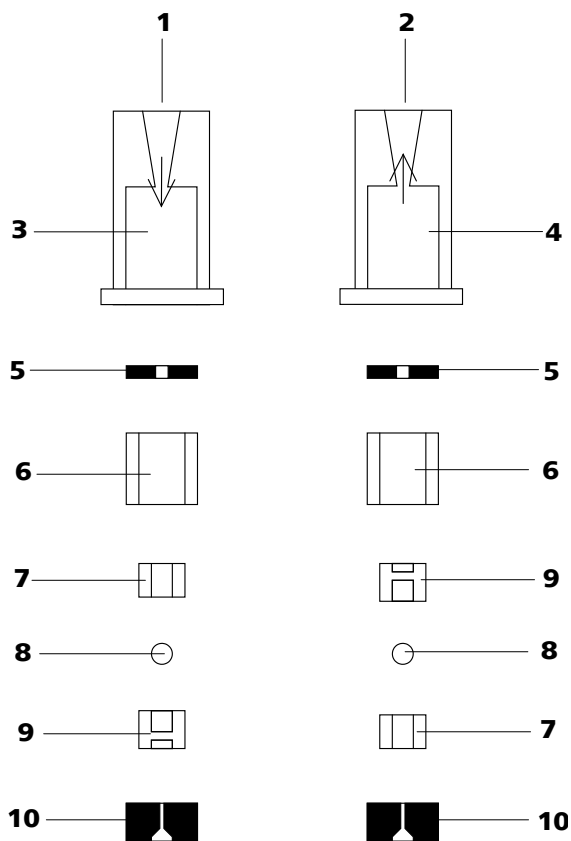

图 43 进口阀和出口阀的组成部分
- 进口阀和出口阀的组成部件均相同，只是排布不同（参见图43，第74页）。
- 按正确顺序将其他的阀门组件（参见图 43，第 74 页）依次放好。
若并非如此，则必须再次拆分阀门，并正确组装（参见图 43，第 74 页）。